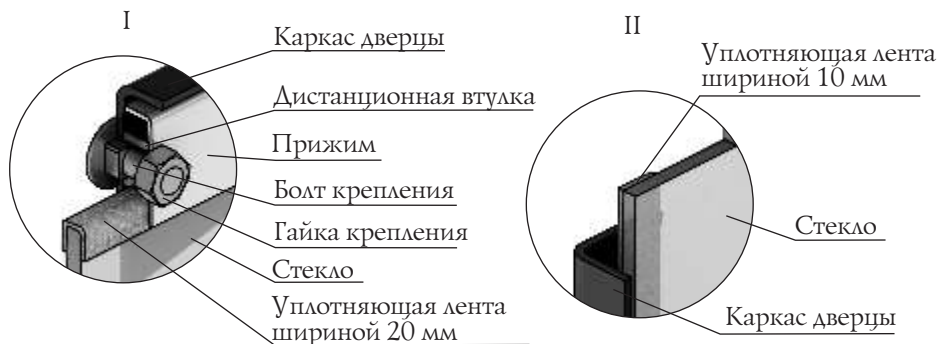

Рисунок 15. Крепление светорозрачного экрана дверцы модели «Витра»
1. Открутите две гайки, фиксирующие прижим (рисунок 15.Г) и демонтируйте его и дистанционные втулки.
3. Возьмите новое стекло, если на нем нет уплотняющих лент, наклейте их: лента шириной 20 мм наклеивается сверху и снизу стекла «П»-образно (рисунок 15.Г), лента шириной 10 мм наклеивается вертикально, вдоль боковых сторон стекла (рисунок 15.В).
4. Вставить стекло в упор, при этом лента наклеенная с боковых сторон (вертикальная) должна быть зажата между стеклом и каркасом дверцы (рисунок 15.В).